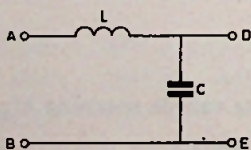

FIG. 9
4. In fig. 9 is een aanpassingsnetwerk gegeven.